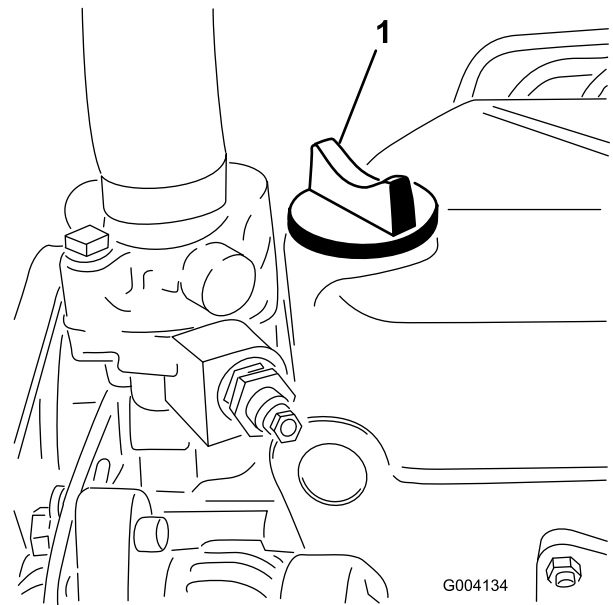

Figura 31
5. Si el nivel de aceite está por debajo de la marca LLENO, retire el tapón de llenado (Figura 31) y añada aceite hasta que el nivel llegue a la marca LLENO de la varilla.